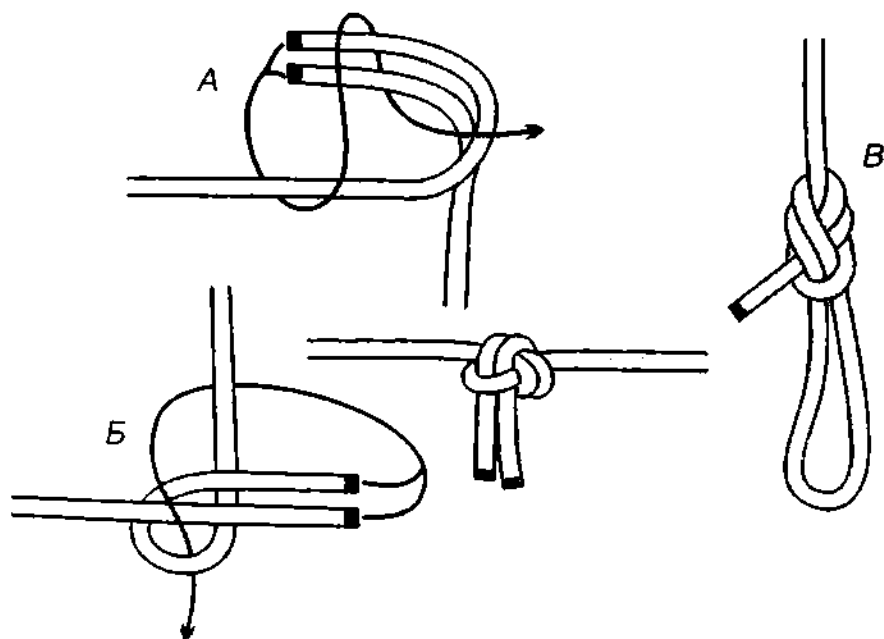

Рис. 755. А – 1-й способ вязки *сибирской восьмёрки*; Б – 2-й способ вязки *сибирской восьмёрки*; В – незатягивающаяся петля *огон восьмёркой*.
**Сибирская восьмёрка** надёжный и крепкий узел (рис. 755). После любой нагрузки узел развязывается без труда. Родной брат **сибирской восьмёрке** – **огон восьмёркой** – незатягивающаяся петля с идентичными свойствами (рис. 755 В).